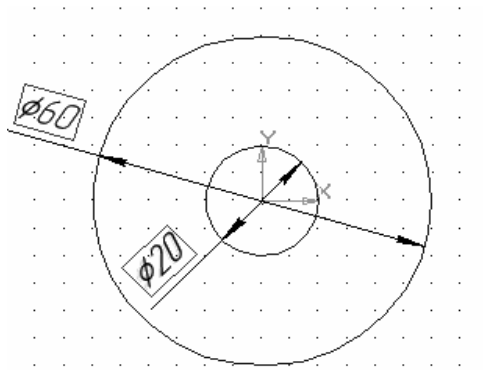

Рис. 5.4. Эскиз основания детали
4. Постройте эскиз основания детали, изображённый на рис. 5.4.